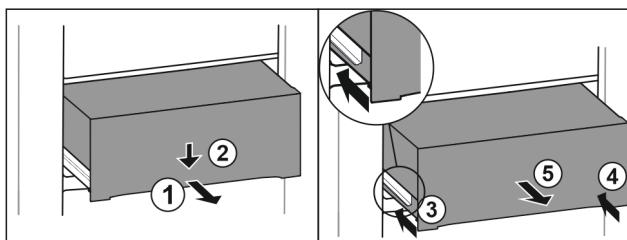

Fig. 133
- ▶ Изтеглете чекмеджето наполовина. Fig. 133 (1)
- ▶ Натиснете надолу чекмеджето от предната страна. Fig. 133 (2)
- ▶ Вкарайте лявата релса приблизително 2 см навътре. Fig. 133 (3)
- ▶ Вкарайте дясната релса приблизително 2 см навътре. Fig. 133 (4)
- ▶ Извадете чекмеджето напред. Fig. 133 (5)